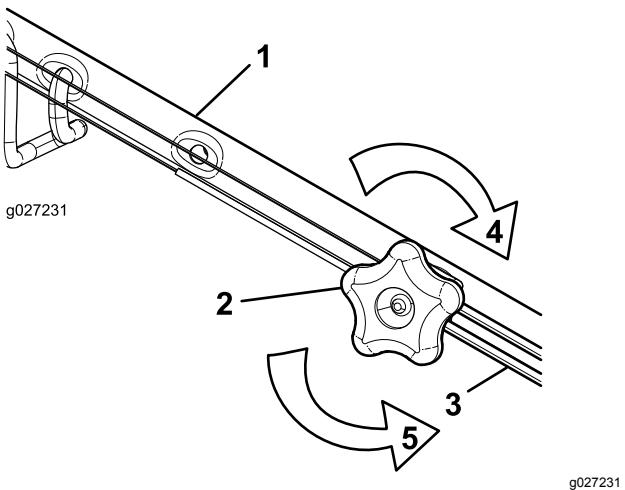

Figura 41
- Gire el pomo de ajuste en sentido antihorario para aflojar el cable (Figura 41).
2. Ajuste la tensión del cable (**Figura 41**) tirando del mismo hacia atrás o empujándolo hacia adelante, y manténgalo en esa posición.